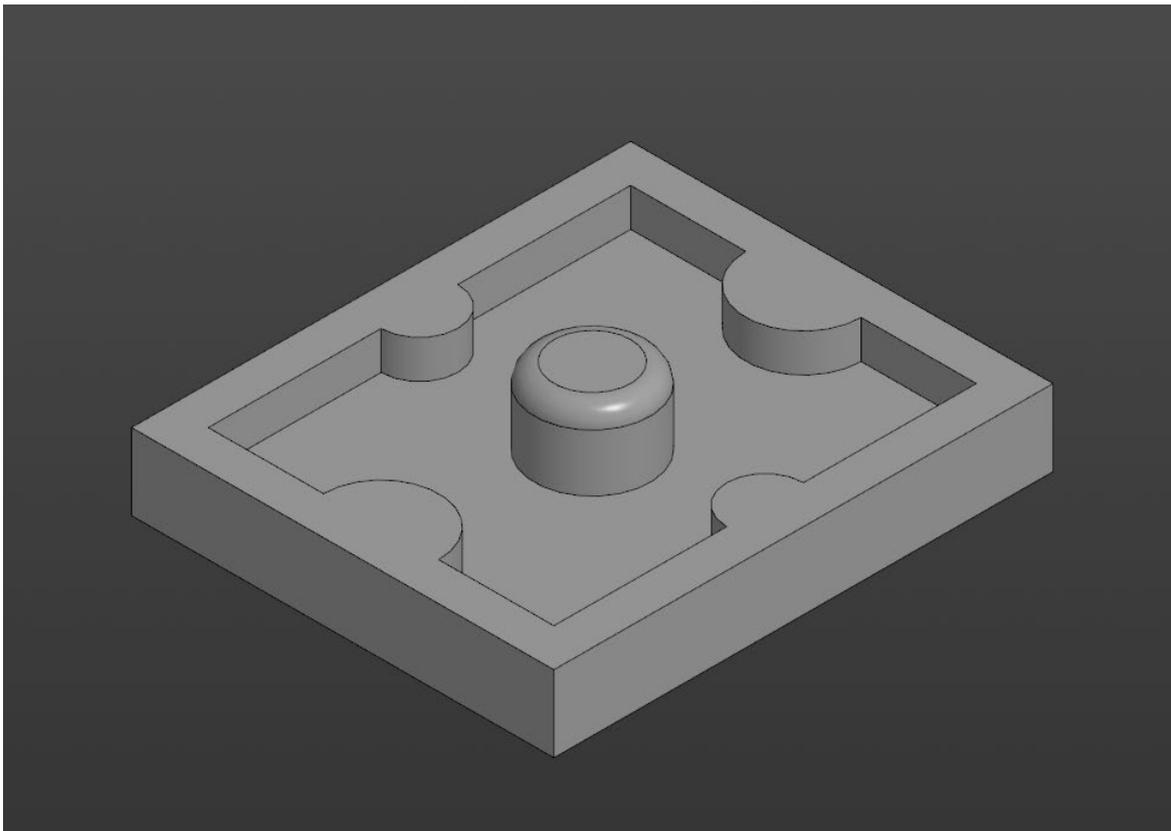
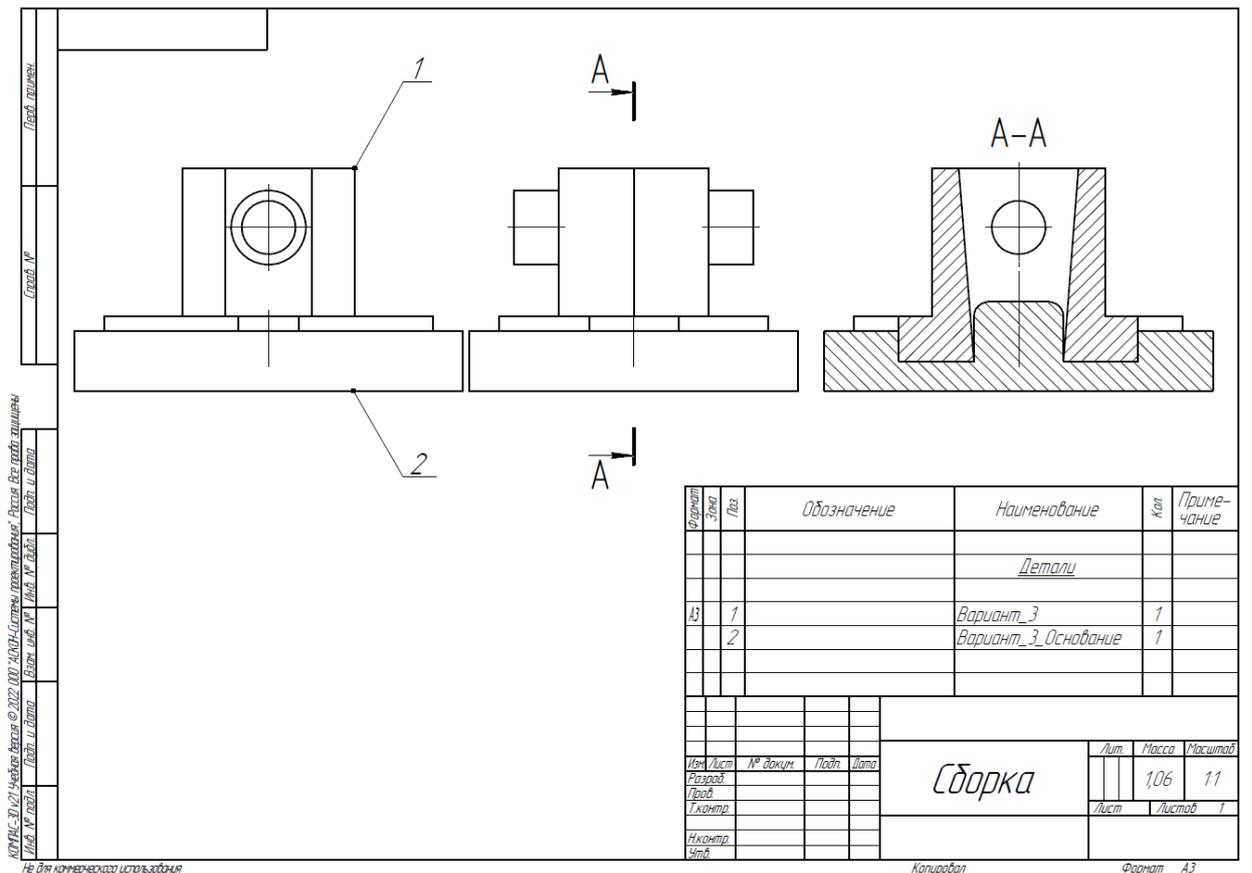

Рис. 2. Модель детали Вариант_3_основание.
Рис. 3. Сборка из двух деталей
2. Создайте трехмерную сборку из двух деталей по чертежу (рис. 3) вторая деталь готова и сохранена в формате *.step. Файл детали приложен к заданию (рис. 2). – 20 баллов.